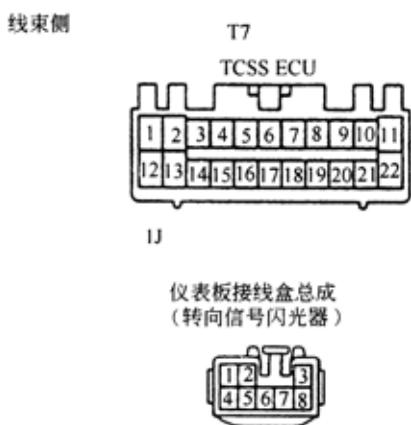

图 9-260
- (1)当按下危险警告信号开关时，检查危险警告灯应闪烁。如果不正常，检查危险警告系统；如果正常，转到下一步骤。
- (2)检查线束(TVSSECU 转向信号闪光器)，如图 9-260 所示。